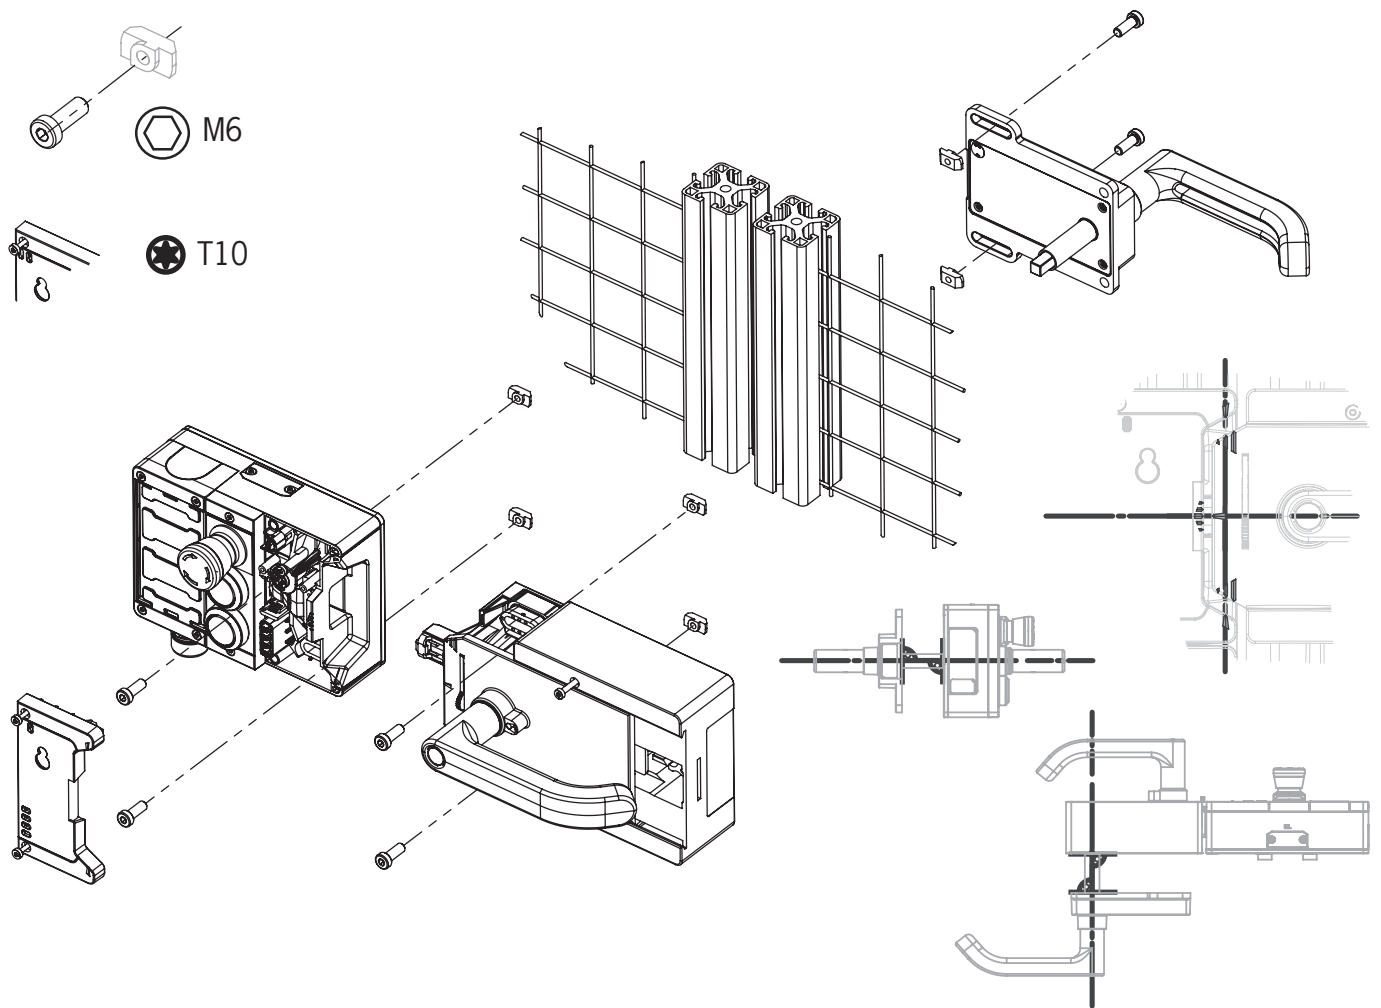
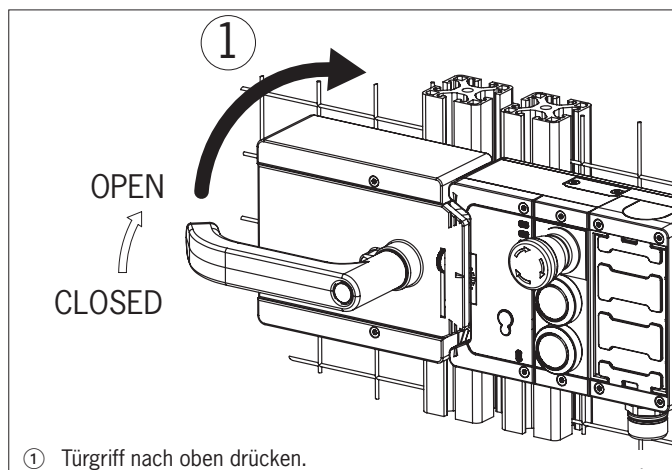
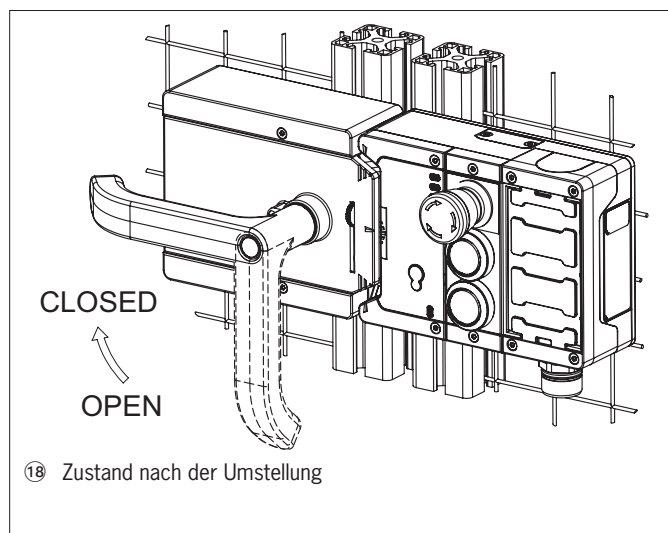

Bild 10: Montagebeispiel für rechts angeschlagene Tür (Übersichtsdarstellung)
Bild 13: Betätigungsrichtung umstellen, Schritt ①
Bild 22: Betätigungsrichtung umstellen, Endzustand
- › Achse der Fluchtentriegelung im rechten Winkel zum Griffmodul ausrichten. Siehe *Bild 10*.
Montageschritte siehe *Bild 10* und *Bild 13* bis *Bild 22*.
- › Für links angeschlagene Türen wird das System umgedreht montiert. D.h. die Schutzeinrichtung öffnet, indem man den Türgriff nach oben drückt (siehe *Bild 13*). Daher muss die Betätigungsrichtung des Türgriffs umgestellt werden (siehe *Bild 13* bis *Bild 22*).